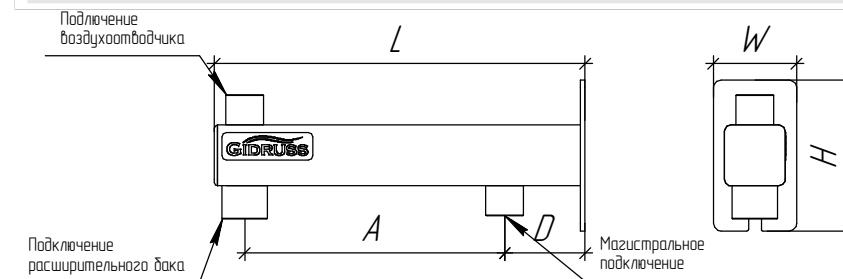

Рис. 1 Габаритно-присоединительные размеры основания консоли для расширительного бака BKSS-18D.BASIS
- 5) Разметку монтажных отверстий на стене необходимо производить в соответствии с рис. 1, 2, 3, 4 и таблицей 1.